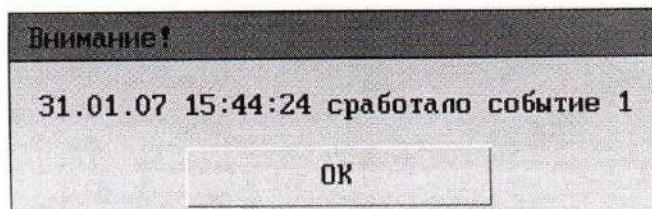

Рисунок 43 – Сообщение для квитирования события
5.9.10 Программой прибора предусмотрена возможность организации квитирования событий. Функция активируется флагом «квитирование». После срабатывания события на экране прибора появится сообщение, содержащее: дату, время, номер и имя сработавшего события (см. рисунок 43). Данное сообщение останется на экране до тех пор, пока оператор не уберет его нажатием кнопки «OK».